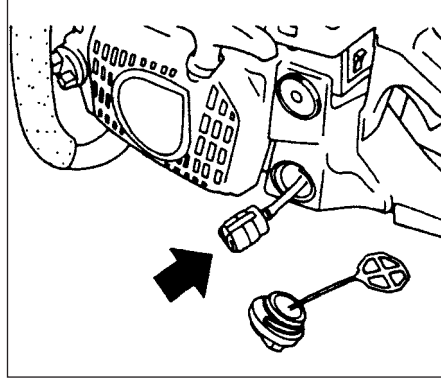

Fig.3-7
**Filtro de gasolina (Fig. 3-7)**